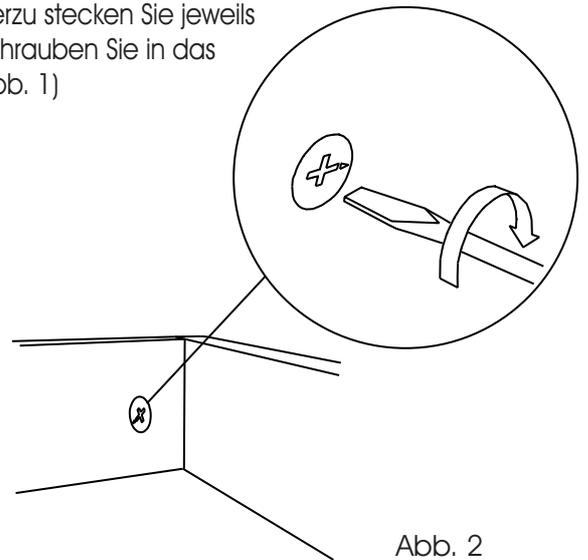

Abb. 2
(Abb. 2)
2. Stecken Sie das Sockelvorderstück und die Sockel-Retouren zusammen und drehen den Excenter fest. (Abb. 2)